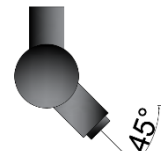

Figura 2
- 4) Accione el freno de las ruedas formando 45 grados con la estructura. (Figura 2)